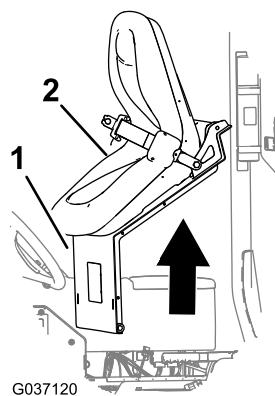

図 6
5. 座席と座席プレートを持ち上げて車体から取り外す 図 6。